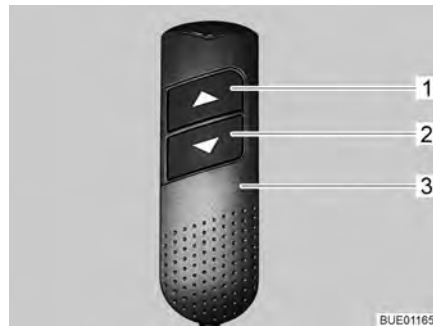

Fig. 76 Elemento de mando manual
- En el elemento de mando manual (Fig. 76,3), pulsar ambas teclas de flecha (Fig. 76,1 y 2) al mismo tiempo y mantenerlas pulsadas hasta que la cama elevada se haya desplazado completamente hacia arriba y se oiga un pío.
- En el elemento de mando manual (Fig. 76,3), pulsar la tecla de flecha (Fig. 76,2) y mantenerla pulsada hasta que se haya desplazado a la posición final inferior.
- En el elemento de mando manual (Fig. 76,3), pulsar la tecla de flecha (Fig. 76,1) y mantenerla pulsada hasta que se haya desplazado a la posición final superior.
- Tras el restablecimiento, con la tecla de flecha (Fig. 76,1 ó 2), desplazar la cama elevada en la dirección opuesta, hasta el tope final.